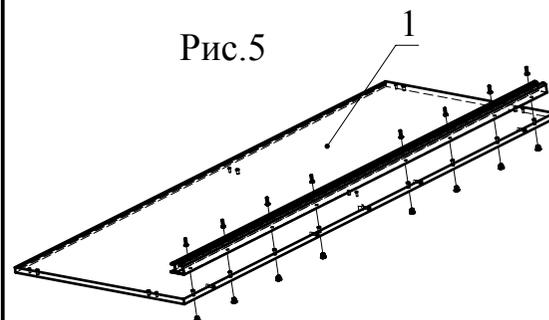

Рис.5
3. Вкрутите муфты металлические в деталь 1 и с помощью винтов М6x20 прикрепите верхнюю направляющую (металл) (Рис. 5).